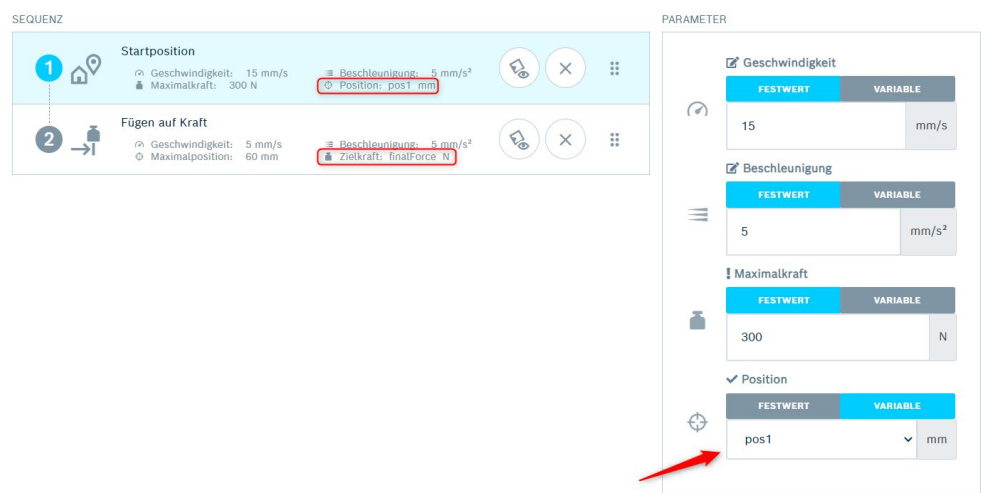

Abbildung 10: Variablen als Programmschrittparameter
Für jede Variable kann ein frei-gewählter Alias vergeben werden. Dieser kann anschließend bei der Bearbeitung der Programmschrittparameter alternativ zu einem festen Wert eingesetzt werden (z. B. „pos1“ in Abbildung 10). Außerdem kann in der Variablenkonfiguration der aktuelle Variablenwert (WERT ↻) ausgelesen werden, was sich z. B. zum Testen der Wertzuweisung per Feldbus anbietet.